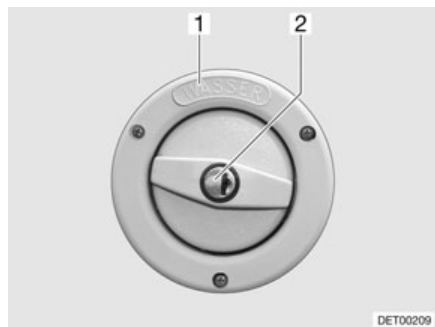
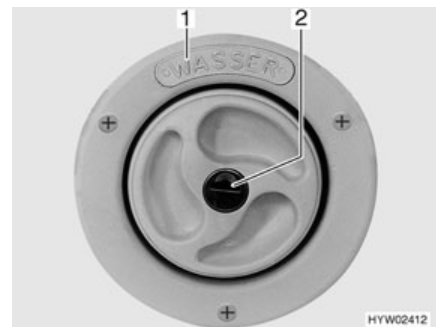

Fig. 229 Couvercle de fermeture pour bec de remplissage d'eau potable
Fig. 230 Couvercle de fermeture pour bec de remplissage d'eau potable (alternative)
Le bec de remplissage d'eau potable est désigné par l'inscription "WASSER" (eau) (Fig. 229,1 ou Fig. 230,1). Le couvercle de fermeture est ouvert et verrouillé à l'aide de la clé pour les serrures extérieures.
- Insérer la clé dans le barillet (Fig. 229,2 ou Fig. 230,2) et la tourner d'un quart de tour dans le sens inverse des aiguilles d'une montre.
- Ouvrir le bec de remplissage d'eau potable (Fig. 229).